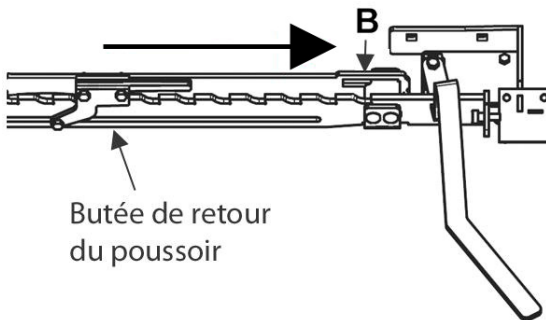

Figure 20 – Ajustement de la butée de retour du poussoir
- Avant de mettre la dernière balle sur l'enrobeuse, ajustez la butée de retour du poussoir à la position la plus avancée de l'enrobeuse (Figure 20). Ainsi, la dernière balle sera poussée plus loin que le système X-Tractor.